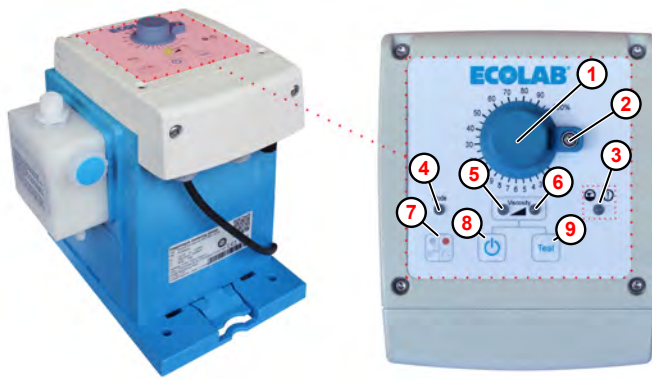

Fig. 15: Botón de encendido/apagado de «EcoUp»
1. La bomba se enciende o apaga mediante el pulsador de encendido/apagado (Fig. 15, ⑧).
En función del modo de dosificación seleccionado, se enciende o parpadea el LED izquierdo (Fig. 15, ⑤, Viscosity low) o el LED derecho (Fig. 15, ⑥, Viscosity high). En «Stand-By», el LED correspondiente se ilumina en verde; en cuanto la bomba dosifique, parpadeará en amarillo.
1. ▶ En el primer encendido, la bomba está ajustada en el modo de funcionamiento manual; el LED del modo de funcionamiento ( Fig. 15 , 4 ) está apagado. La bomba comienza a funcionar inmediatamente tras el encendido; el LED del estado de funcionamiento/modo de dosificación (5 ) o (6 ) se ilumina en verde.